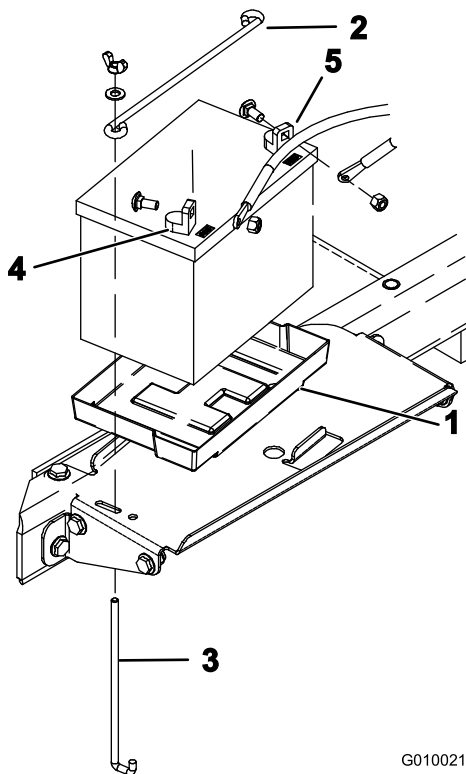

图 50
- A. 卸下将电池固定到托盘上的电池固定器和电池固定杆 图 50。
6. 将电池插入电池盒内的座盘如图 50 所示。